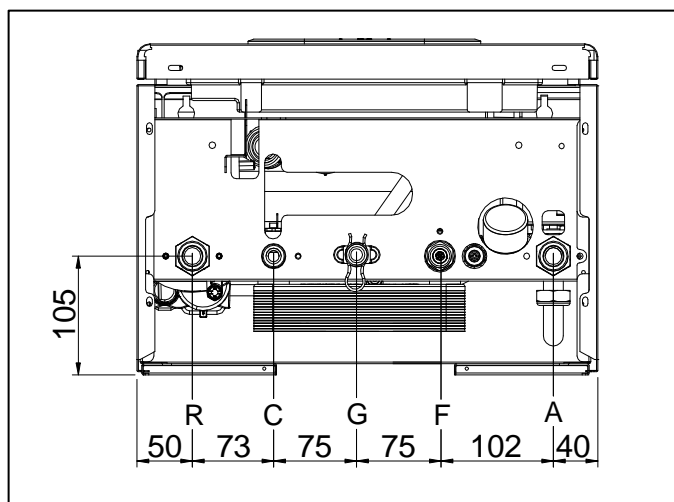

Fig. 1
**A.** adagiare (fig. 1) la caldaia imballata sul pavimento facendo attenzione che la freccia altoverso sia rivolta verso il basso e staccare i punti metallici presenti ed aprire le quattro alette della scatola verso l'esterno.
- c. svitare le viti e rimuovere il piastrino A (vedi fig. 1).
- nel caso di installazione di condotto fumi verticale, inserire un sifone raccogli condensa alla base del condotto collegato alla rete fognaria dell'abitazione (fig. 1);
Per questo tipo di caldaia sono disponibili le seguenti configurazioni di scarico dei fumi: B23P, B33, C13, C23, C33, C43, C53, C63, C83 e C93 (vedi Fig. 1).